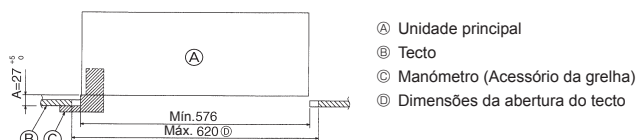

Fig. 2-6
- Se a unidade principal não puder ser alinhada contra o orifício de montagem no tecto, é possível ajustar este orifício com a fenda existente na placa de montagem. (Fig. 2-6)